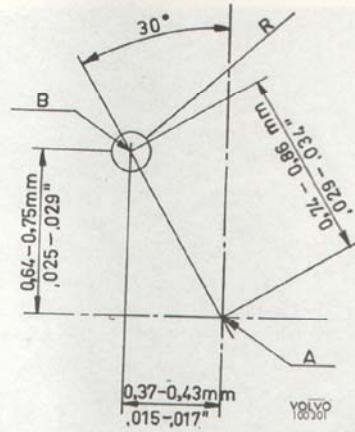

Bild 16. Excentricitet för framhjulens bakre belägg, limmat utförande.
Då framhjulens bakre bromsbelägg skall slipas excentriskt fordrar detta en slipmaskin som är ställbar för denna typ av belägg. Olika fabrikat av sådana maskiner finnes varför förfarandet vid slipning blir beroende av maskinens konstruktion. Bild 16 visar hur mycket vridningscentrum skall vara förskjutet i förhållande till bromsbackscentrum vid slipning av excentriska belägget. För övriga belägg sammanfaller vridningscentrum med bromsbackscentrum. Slipningsradien (R) = bromstrummans halva diameter minskat med 0,4 mm. På maskiner som är graderade för trumdiameter skall alltså ställas in ett värde som är 0,8 mm mindre än bromstrummans diameter.